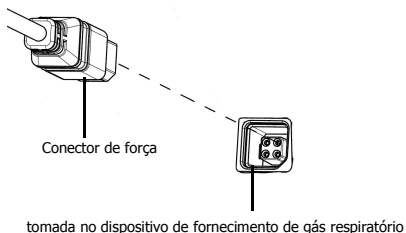

Fig. 2
- (1) Desembale e retire o produto.
- (2) Conecte a conector do dispositivo de fornecimento de gás respirável de LH1 Tube e de dispositivo de fornecimento de gás respiratório.
- (3) Conecte o conector de alimentação da LH1 Tube e o soquete de dispositivo de fornecimento de gás respiratório, conforme mostrado na Fig. 2.